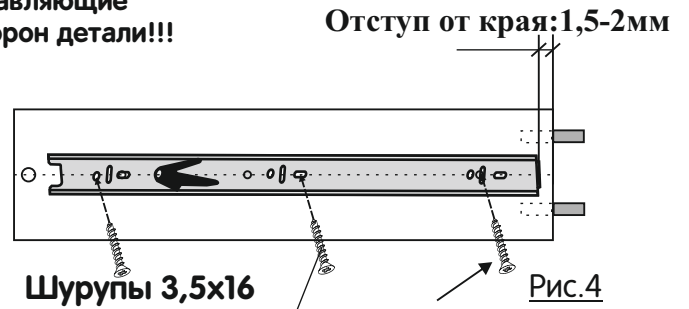

Рис.4
2.Приложить направляющую к каждой боковой стенке ящика так, чтобы центры отверстий направляющей совпали с линией на боковой стенке ящика, выдержав отступ от края, показанные на рис.4.
Крепить направляющую к каждой боковой стенке ящика шурупами 3,5х16-3шт. (см. рис.4 ).